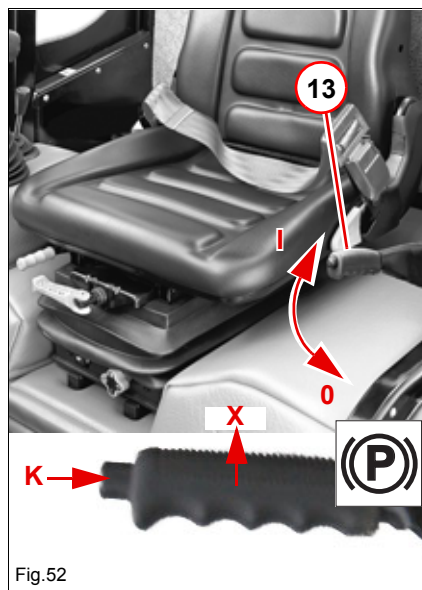

Fig.52
1. Løsn betjeningsgrebet til håndbremsen **13** (Fig. 52).
- ➔ Kontrollampen (P) slukkes.